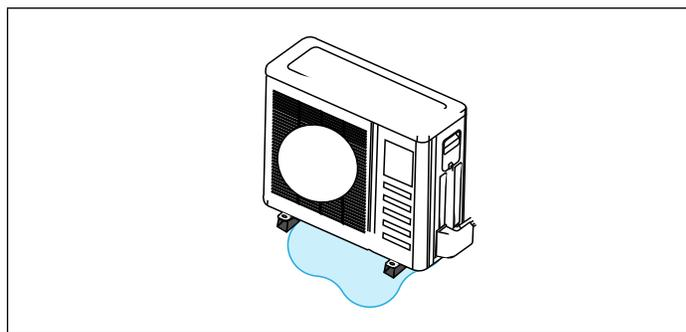

Figure 21. Éviter les dangers causés par le gel de l'eau de dégivrage (typique)
- Faire très attention à l'élimination de l'eau de dégivrage pour éviter que la glace empêche l'utilisation des allées ou crée un danger à proximité de l'unité extérieure comme illustré à la « Figure 21. Éviter les dangers causés par le gel de l'eau de dégivrage (typique) ».